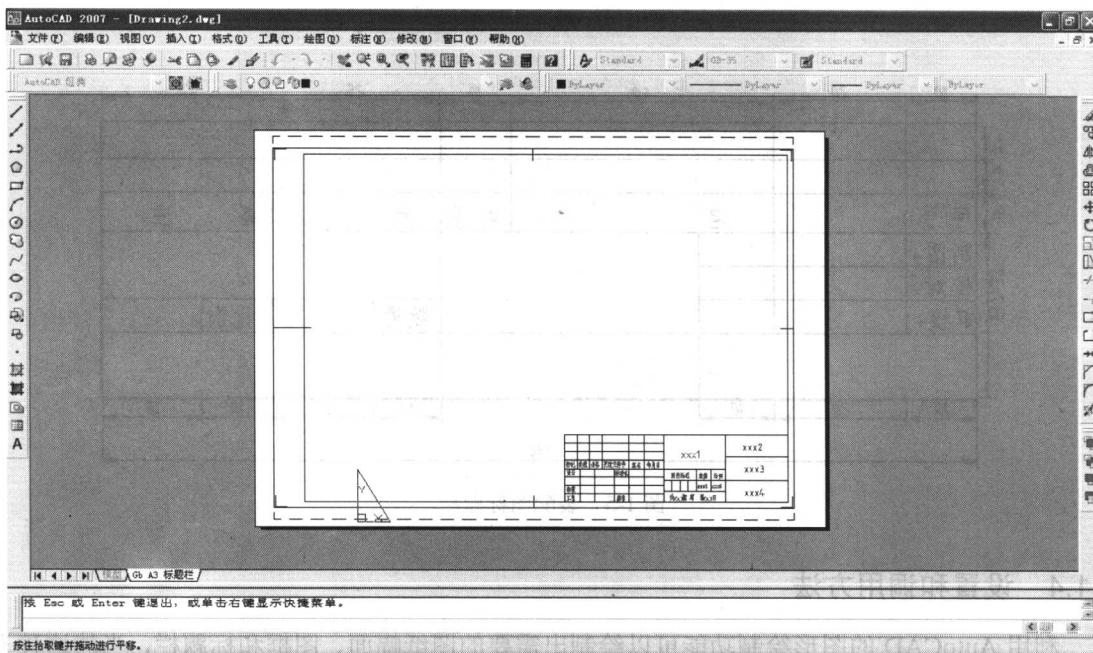

图 1-7 A3 样板文件
- (2) 在“文件类型”下拉列表中选择“图形样板 (.dwt)”。
- (3) 系统默认的当前文件夹为“Template”。如果不是，则在文件列表中设置当前文件夹为“Template”。
- (4) 在“名称”列表框中，选择 Gb\_a3\_Named Plot Styles 文件，单击“打开”按钮，则屏幕上会出现调出的 A3 图纸幅面，如图 1-7 所示。